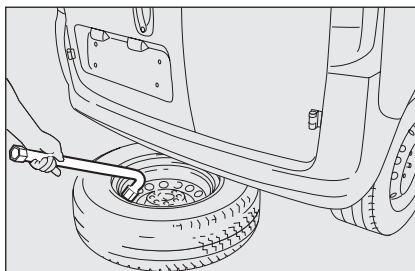

fig. 5
- utiliser la clé **C-fig. 3** pour extraire la roue du véhicule **fig. 5**;